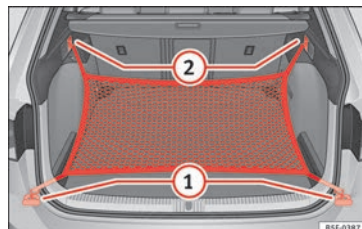

Abb. 178 Im Gepäckraum: Ösen ① und Haken ② zum Einhängen des Gepäckraumnetzes (Modell LEON ST).
- Hängen Sie die kurzen Haken des Netzes in die Verzurrösen » Abb. 178 ① » ⚠ ein. Der Reißverschluss des Gepäckraumnetzes muss dabei nach oben zeigen.
- Befestigen Sie die Spanngurte in den Taschenhaken ②.